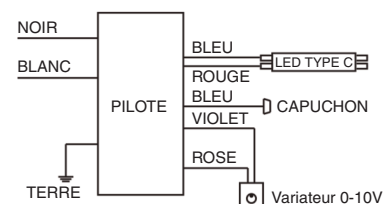

Figure 2a
Étape 8: Pour le câblage à un bout, consulter les **Figures 2a, 2b, 2c ou 2d**.